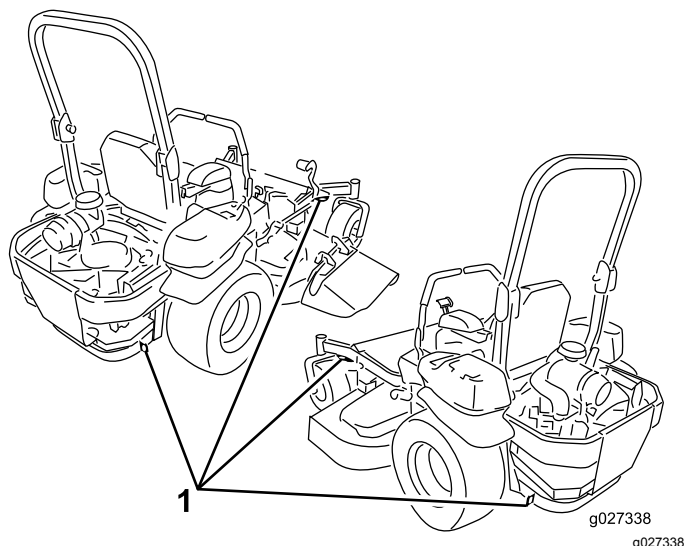

Figure 36
5. Servez-vous des points d'attache de la machine pour l'arrimer solidement sur la remorque ou le véhicule de transport au moyen de sangles, chaînes, câbles ou cordes (**Figure 36**).